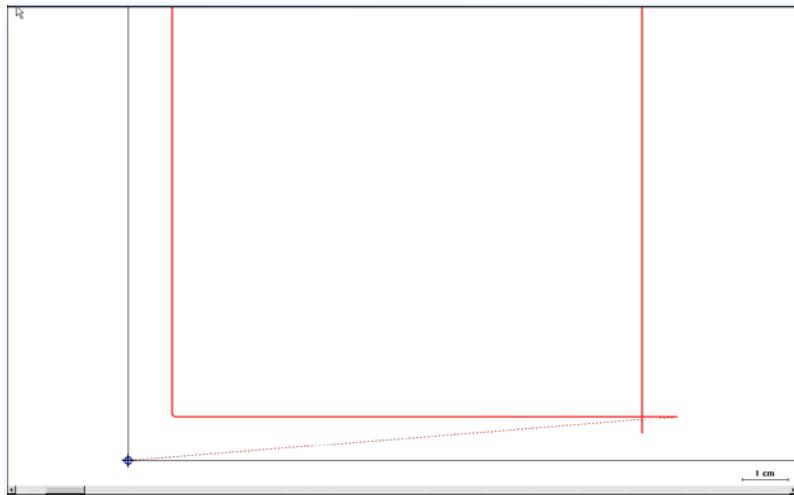

Abb. 28. Desktop Layout mit Schneidplan
- [F3] Desktop Einstellung: Schneidplan und Programmcode (Abb. 28), Statusleiste wie unter [F6]